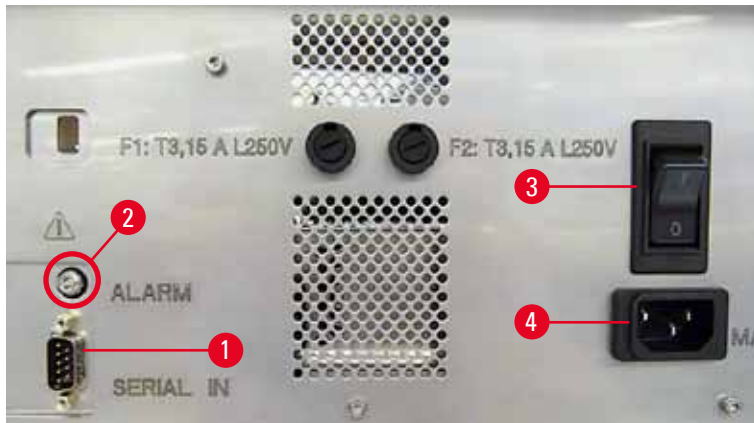

Fig. 27
- ① Les connexions électriques sont situées sur le panneau arrière de l'appareil (→ "Fig. 27").